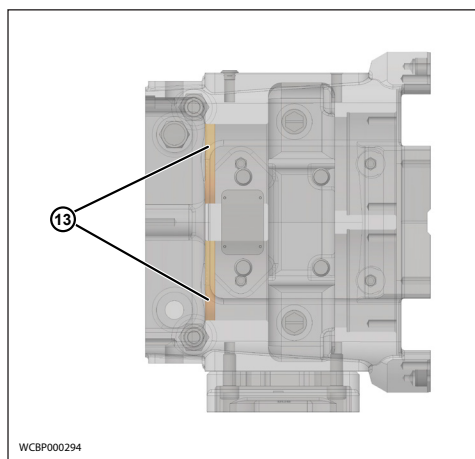

Figure 75 - Dépose des joints d'huile arrière
- Extrayez et mettez au rebut les deux joints d'huile arrière du carter d'engrenage (figure 75, élément 13).